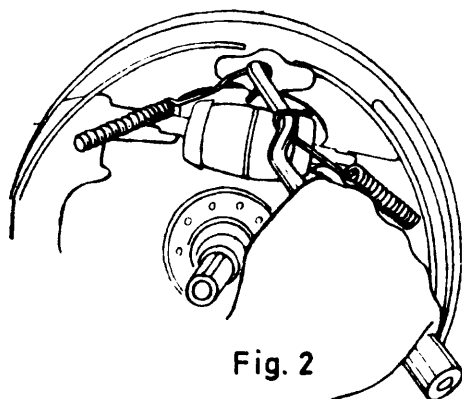

Fig. 2
- a Saque los resortes de retorno de las zapatas (fig. 2).